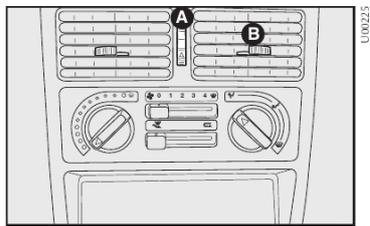

fig. 27
## DIFUSORES ORIENTÁVEIS E REGULÁVEIS - figs. 27 e 28
6) Comando para regulagem da quantidade de ar nos difusores centrais **A-fig. 27**: posição difusor fechado (girar para baixo).